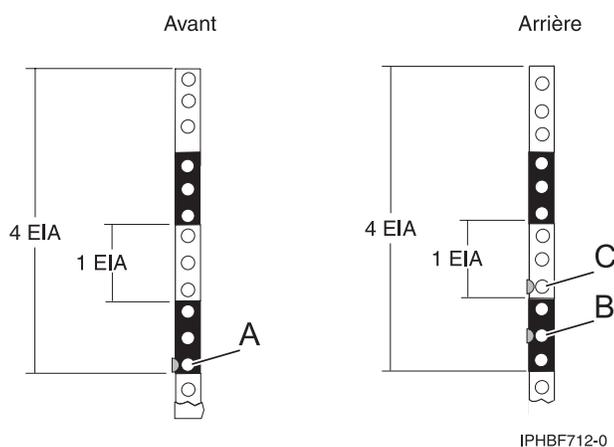

Figure 21. Marquer les trous sur l'avant et l'arrière du cadre de l'armoire
2. Face à l'armoire, à droite, placez une pastille auto-adhésive à côté du trou inférieur de l'unité EIA inférieure, sur les quatre que vous utiliserez pour cette unité système (A dans la figure 21).
5. Placez une pastille auto-adhésive au niveau du trou central de cette unité EIA (B dans la figure 21).
6. Placez une pastille auto-adhésive au niveau du trou inférieur de l'unité EIA suivante (C dans la figure 21).